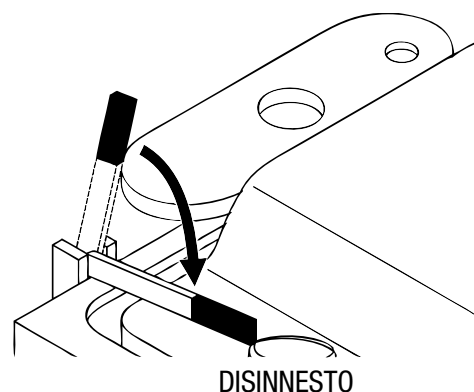

Figura 53. Leva di innesto/disinnesto della trasmissione (posizione di disinnesto)
1. Portare la **leva di innesto/disinnesto della trasmissione** alla posizione di **DISINNESTO** (figura 53).